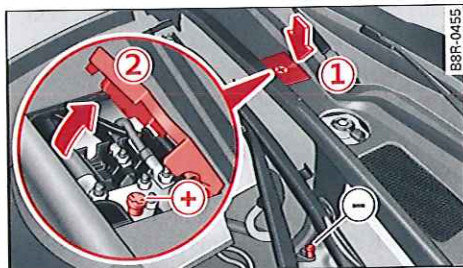

Fig. 206 Compartiment-moteur : raccords de chargeur et de câble de dépannage
- Appuyez sur la flèche pour retirer le cache ① ⇒ fig. 206.
- Relevez le cache ② du pôle positif.
- Rabattez le cache ② au niveau du pôle positif et mettez le cache ① en place.